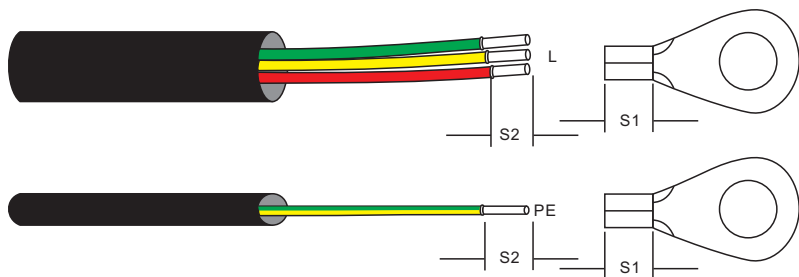

图3.19 剥开交流线缆
2. 将交流线缆绝缘护套的末端剥去约200mm, 然后剥去每根导线的末端 (参见图3.19)